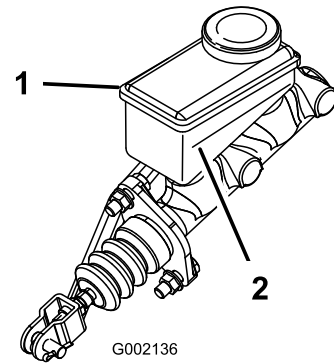

Figure 55
3. Observez le repère de niveau sur le côté du réservoir (Figure 55).
- B. Versez du liquide de frein DOT 3 dans le réservoir jusqu'à ce que le niveau dépasse le repère minimum (Figure 55).